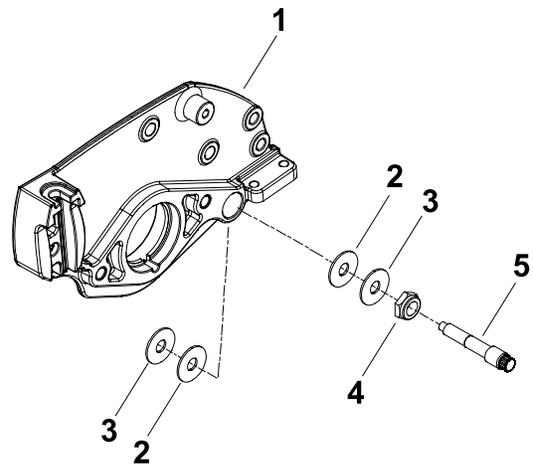

Figura 8
3. Afloje las contratuercas de cada perno de pivote de barra de asiento y retire los pernos de pivote de barra de asiento, las arandelas de metal y las arandelas de plástico de las chapas laterales (Figura 8).